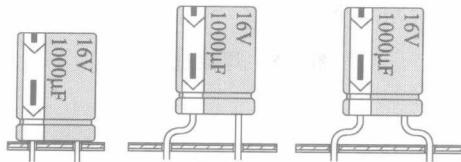

图 1.6 电容器的安装
- ② 二极管的安装方法基本上和电阻器一样。
- ③ 三极管的安装应根据需要选择不同的安装方法,但不能贴板安装,弯脚时注意尺寸,要留有一定的高度。
- ④ 电容器的安装也要根据实际情况,选择不同的安装方法,相同体积的电容器安装高度要一致,特殊情况也可以卧式安装,如图 1.6 所示。